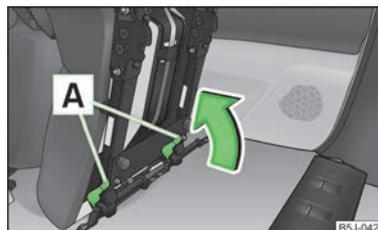

Fig. 42
- Bloquear el asiento al final de la guía presionando los bloqueos del asiento A en el sentido de la flecha [A] » fig. 42.
- Si el asiento está desmontado, ponerlo primero sobre la guía y bloquearlo » fig. 42 de la página 53. Asegurarse de que el asiento está correctamente bloqueado tirando de él.